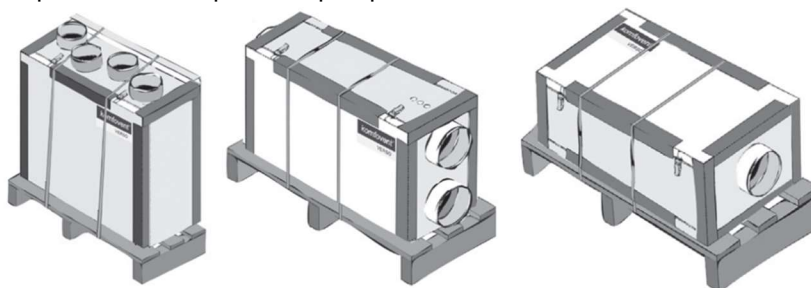

Рисунок 2 - ВУ, подготовленные к транспортировке и хранению
4.1.1 При отгрузке с завода ВУ подготовлены к транспортировке и хранению (Рисунок 2). ВУ упакованы таким образом чтобы избежать повреждений и попадания пыли при хранении и транспортировке.